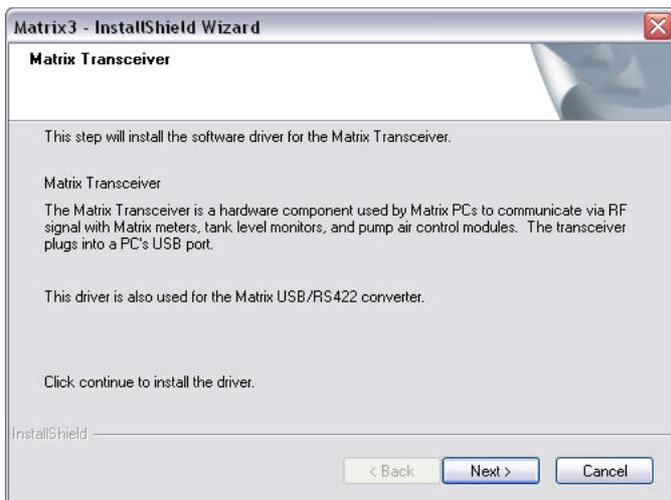

FIG. 20
13. Il sistema configura il Matrix Database. Quando è visualizzata la schermata Matrix Transceiver (Ricetrasmittitore Matrix) (FIG. 20), selezionare NEXT (Avanti) per avviare l'installazione del ricetrasmittitore Matrix.